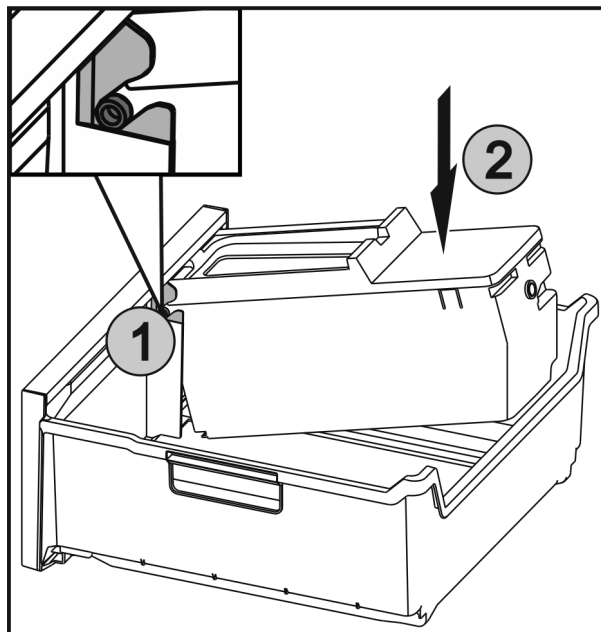

Fig. 57
- Inserire gli assi Fig. 57 (1) di EasyTwist-Ice nelle guide e premere la parte posteriore Fig. 57 (2) finché la linguetta non si innesta.